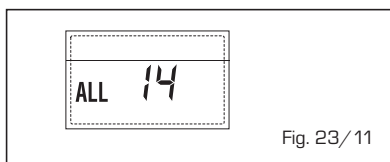

Fig. 23/11
- **ANOMALIA DO VENTILADOR "ALL 15"** (fig. 23/12)